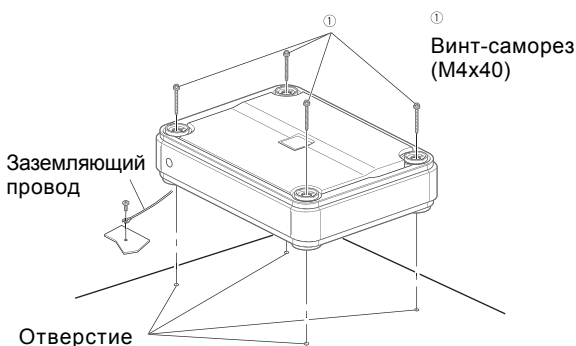

Рис. 2
3. Закрепите аппарат с помощью 4-х прилагаемых винтов-саморезов (М 4 х 40) (см. рис. 2).